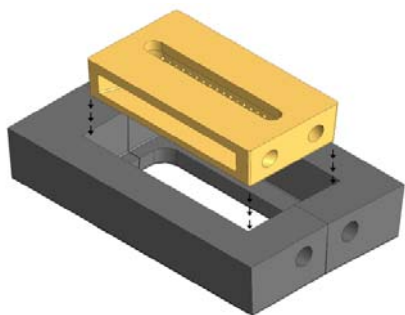

Fig. 4,2
2) Positionnez l'insert comme le montre les Fig. 4,2 et 4,3.